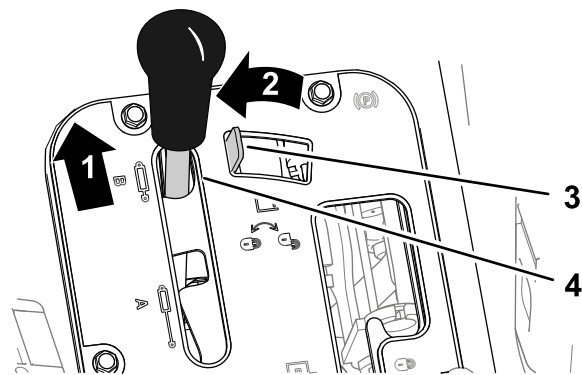
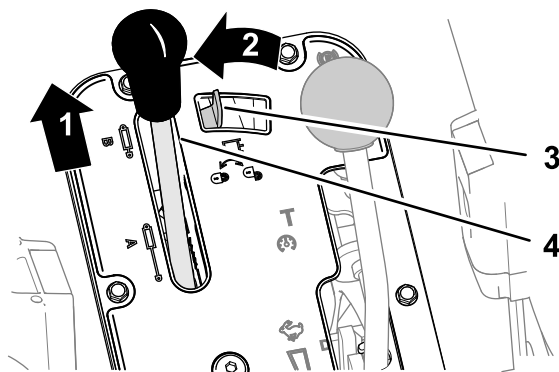

図 83
図 84
1. 油圧昇降レバーを前に押す 図 83または図 84。
2. 油圧昇降レバーロック装置を左へ動かすとロックする 図 83または図 84。